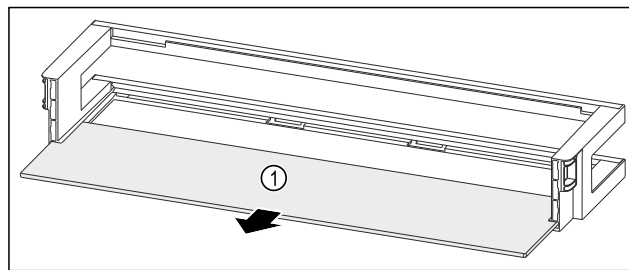

Fig. 201 Dveřní přihrádka s odkládací plochou
- Odkládací plochu Fig. 201 (1) odeberte.